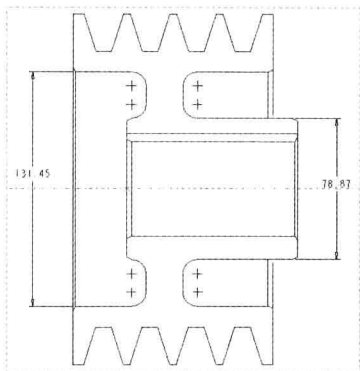

图 3-67 图形文件
Step 01 按【Ctrl+O】组合键，打开图形文件，如图 3-67 所示。